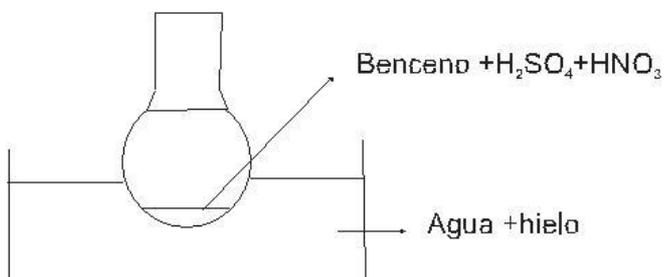

Figura 1
- Introducir 20 ml de ácido nítrico fumante en un matraz sumergido en un baño de agua fría como se indica en la figura 1.